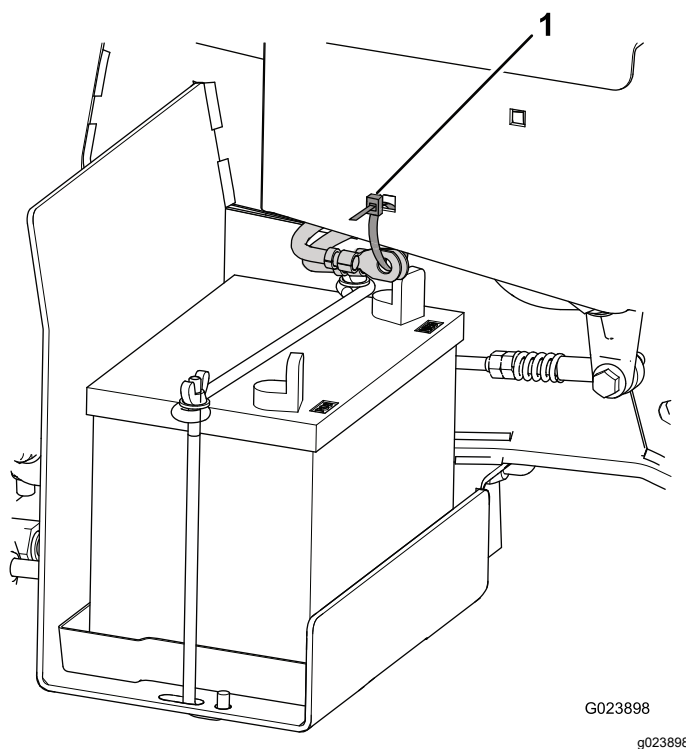

Figure 4
1. Coupez l'attache-câble qui fixe les câbles de la batterie au cadre, et mettez-le au rebut (Figure 4).